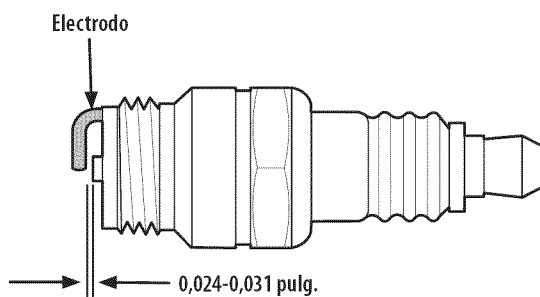

Figura 15
3. Mida la separación de bujía con un calibrador. Corrija de ser necesario torciendo el electrodo lateral. Vea la Figura 15. La separación debe establecerse en 0,024-0,031 pulg.